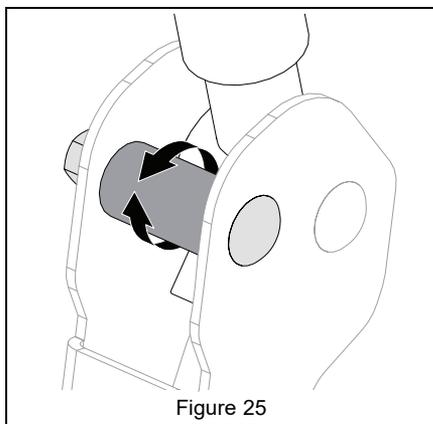

Figure 25
5. Tourner l'entretoise excentrique de façon à ce que les manettes soient à la même hauteur, en laissant un écartement de 1.3-2.5 cm (1/2-1") entre les extrémités des manettes. Voir Figure 25.